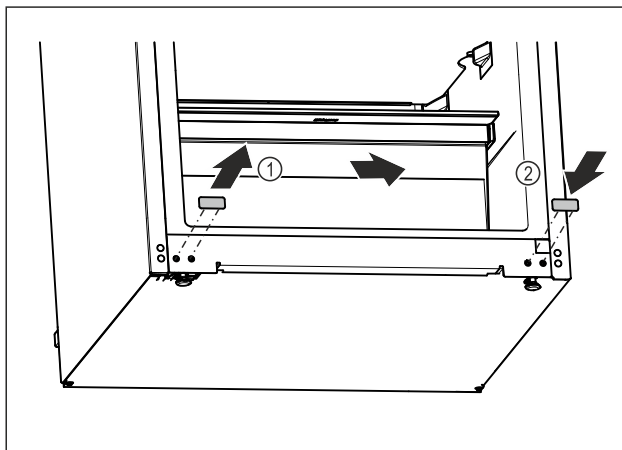

Fig. 18
- Vytiahnite kryciu zátku. Fig. 18 (1)
- Nasadíte kryciu zátku na opačnú stranu. Fig. 18 (2)